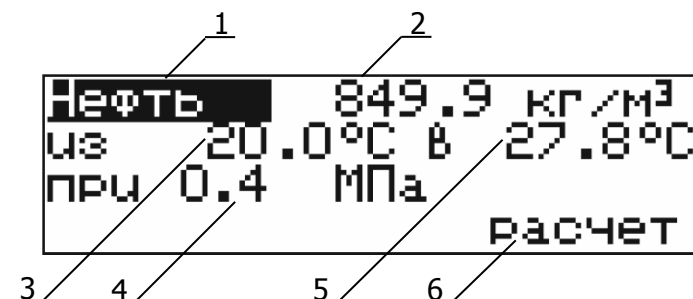

Рисунок 14 — Параметры для расчета приведенной плотности
- перемещая указатель (темный фон) в позиции 1–5 кнопками **↑**, **↓** (рисунок 14), ввести параметры для расчета приведенной плотности. Для входа в редактирование параметра нажать **ENTER**. Цифровыми кнопками (рисунок 2) ввести новое значение. Неверно введенный символ можно удалить кнопкой **↑**. Ввод отрицательного значения начать с нажатия кнопки **•** (точка);
- 3 - рассчитанная плотность при температуре приведения и избыточном давлении 4 (рисунок 14).